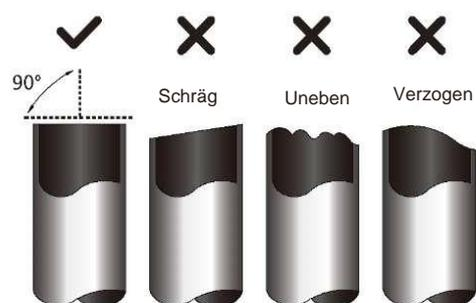

Abb. 5.1
3. Das Rohr muss in einem perfekten 90° Winkel geschnitten werden. Siehe **Abb. 5.1** als schlechte Beispiele.